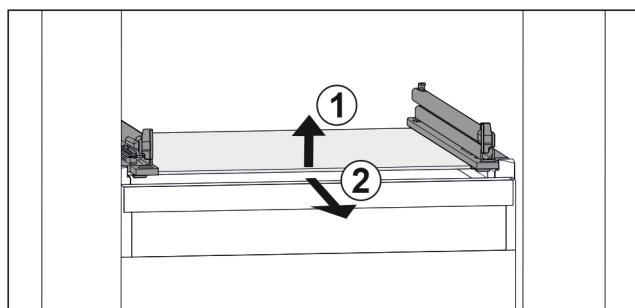

Fig. 114 Příklad znázornění skleněné desky
- Nadzvedněte skleněnou desku vpředu. Fig. 114 (1).
- Vyjměte skleněnou desku dopředu. Fig. 114 (2).